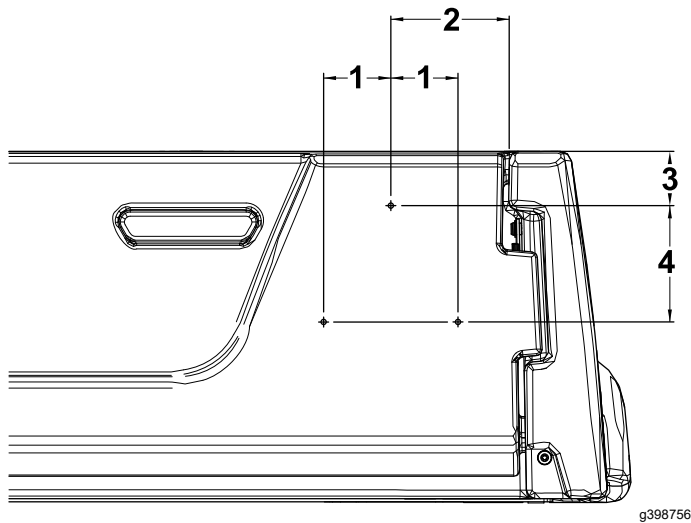

Bild 17
1. Messen Sie an der rechten Seite der Heckklappe 130 mm von der rechten Kante der Heckklappe und 60 mm von oberhalb der Heckklappe und markieren Sie diese Position (Bild 17).
2. Messen 128 mm nach unten von dem in Schritt 1 markierten Loch and 74 mm nach rechts und links und markieren Sie die beiden Positionen (Bild 17).
3. Bohren Sie in alle drei Markierungen ein Loch mit einem Durchmesser von 5 mm (13/64") (Bild 17).